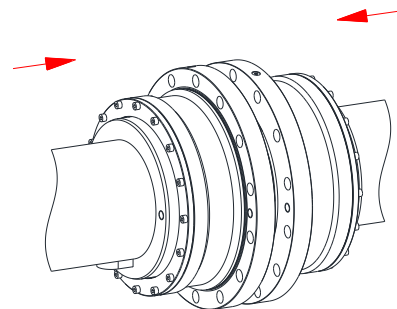

図 37
- カバーを付きスリーブ(部番 2, 部番 10)をハブ(部番 1)のスプライン上で移動させて下さい(図 37 を参照)。